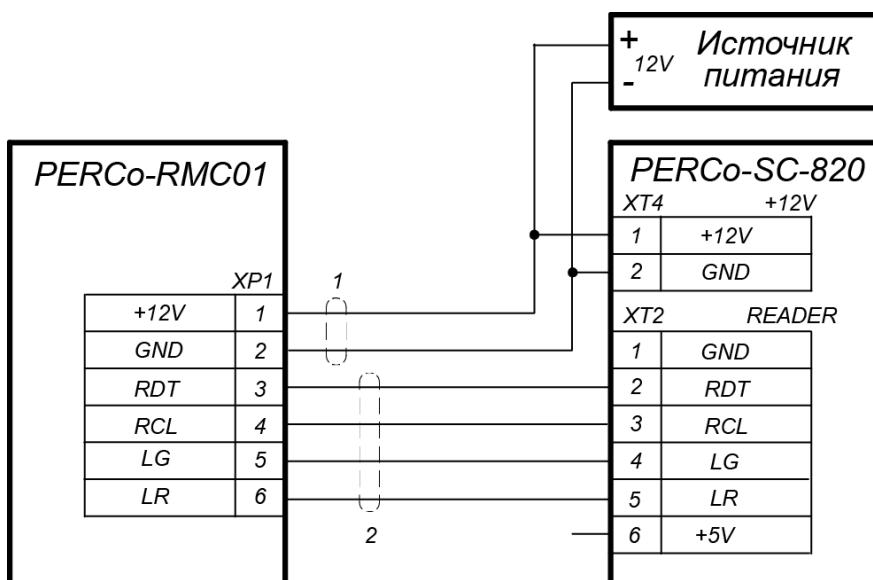

Рисунок 3. Схема подключения считывателя к контроллеру PERCo-SC-8201
- Произведите разметку и разделку отверстий на установочной поверхности для крепления считывателя и проводки кабеля к нему. Схема разметки приведена на рис. 3.
- Открутите ключом из комплекта поставки четыре винта (5), крепящие крышку считывателя (2). Осторожно потянув вверх, снимите крышку считывателя.